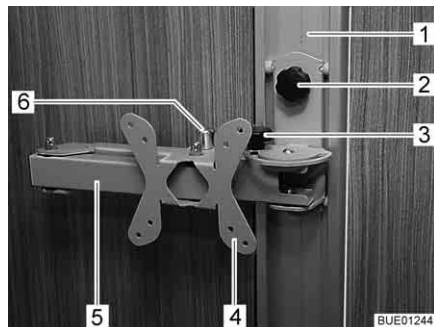

Bild 53 Fäste på skena
- Lossa vingskruven (Bild 53,2) och positionera fästet (Bild 53,4) i skenan (Bild 53,1) på önskad höjd.
- Lossa vingskruven (Bild 53,3).
- Dra i låsknappen (Bild 53,6). Den ledade armen (Bild 53,5) är upplåst.
- Drag åt vingskruven (Bild 53,3) igen.
- Vrid tillbaka den platta bildskärmen till utgångsläget, tills den ledade armen (Bild 53,5) hakar fast i låset (det hörs att den hakar fast).
- Lossa vingskruven (Bild 53,2), positionera fästet (Bild 53,4) i önskad höjd och dra fast vingskruven igen.